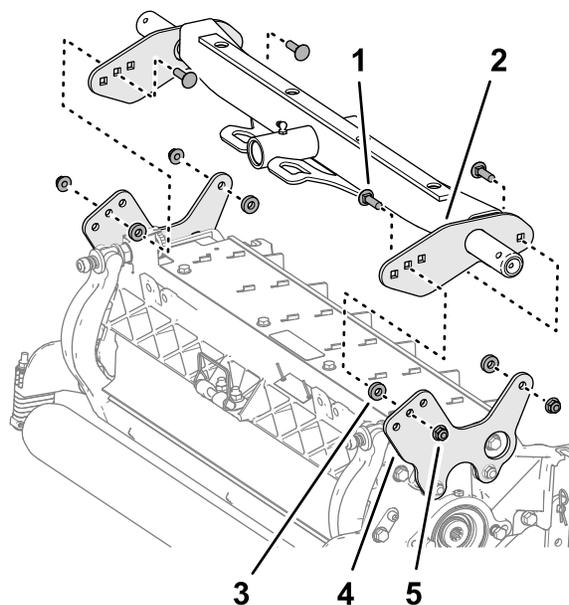

Рисунок 20
1. Совместите отверстия в пластинах задней несущей рамы с отверстиями в монтажных пластинах режущего блока (Рисунок 20).